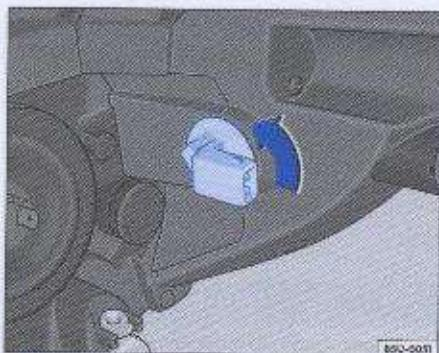

Fig. 139 Lámpara del indicador de dirección
- Gire el portalámparas → fig. 139 en el sentido antihorario -flecha- y remuévalo del vano.